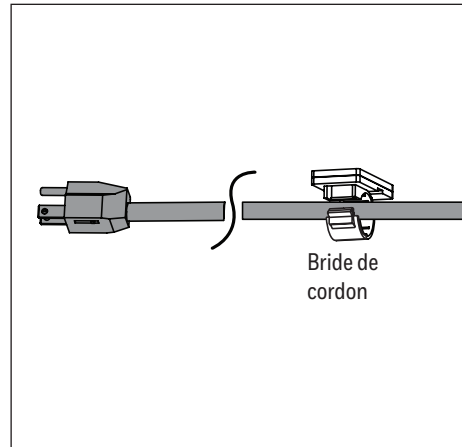

Figure 1.8
- Fixez chaque bride de cordon au plafond. Insérez ensuite le cordon dans chaque bride, puis fermez la bride pour fixer le cordon. **Remarque :** Laissez un jeu suffisant près du ventilateur pour permettre à ce dernier de pivoter et de s'incliner (Figure 1.8).